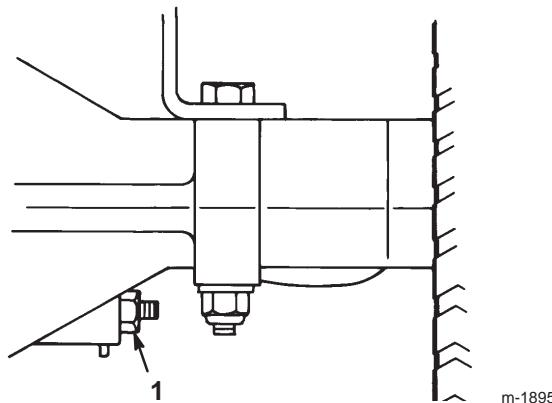

Bild 18
Die Bremse befindet sich an der rechten Seite der Hinterachse im Hinterreifen (Bild 18). Wenn die Feststellbremse den Traktor nicht sicher hält oder ausreichend anhält, muss diese eingestellt werden.
- Drehen Sie zum Erhöhen des Bremswiderstands die Bremseinstellmutter (Bild 18) 1/8 Umdrehung im Uhrzeigersinn.